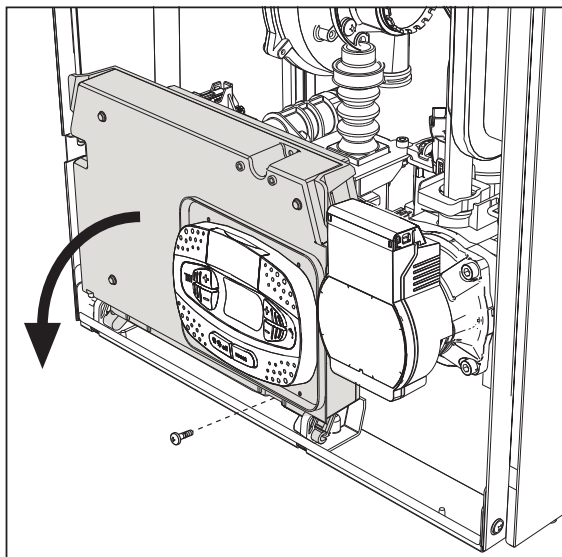
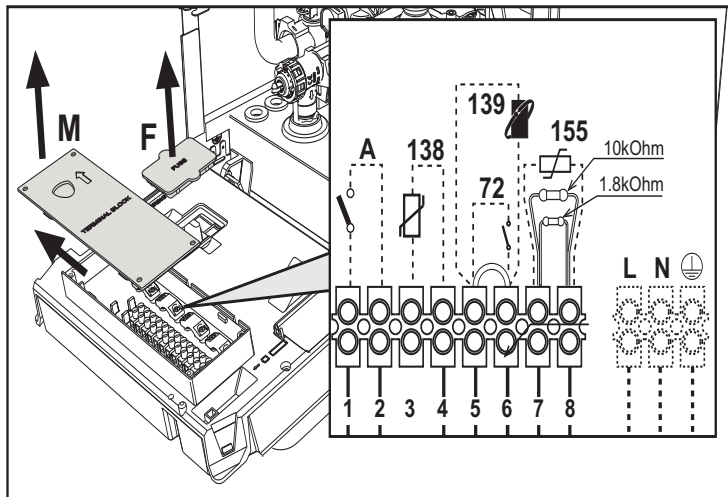

рис. 20
рис. 21
После снятия передней панели (*** 'Открытие передней панели' on page 83 ***) можно получить доступ к клеммной колодке (М) и предохранителю (F), действуя согласно нижеприведенным указаниям (рис. 20 и рис. 21). Клеммы, указанные на рис. 21, должны иметь чистые контакты (не 230В). Расположение зажимов и их назначение показаны также на электрической схеме на рис. 58.
Конфигурация выключателя ON/OFF (А рис. 21)